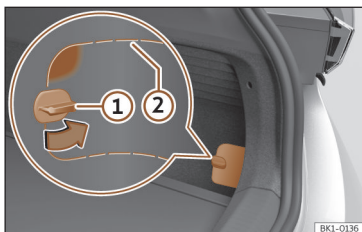

Fig. 56 Na parte inferior direita do revestimento da bagageira: tampa com linhas de corte.
- Rode 90° o fecho da tampa >>> **Fig. 56 ①**.
- Pressione a superfície para dentro por cima do fecho >>> **Fig. 56** (zona assinalada).
- Introduza a mão pela abertura e solte a tampa puxando-a. Conforme o caso, aplique um objeto adequado pelas linhas de corte >>> **Fig. 56 ②**.